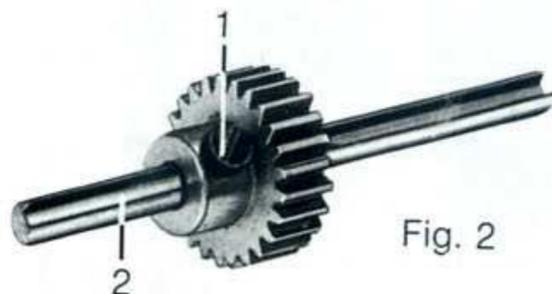

Fig. 2
Ces pièces, que montre la figure 2, permettent à une roue dentée ou à un pignon de coulisser sur une tringle tout en continuant à tourner avec elle. Le boulon spécial (1) est vissé dans le moyeu de l'engrenage, de façon que la petite cheville qui termine son extrémité s'engage dans la cannelure de la tringle (2). En revanche, quand les pièces doivent être bloquées sur une tringle à cannelure, il va de soi que leur vis d'arrêt doit être placée du côté opposé à la cannelure.